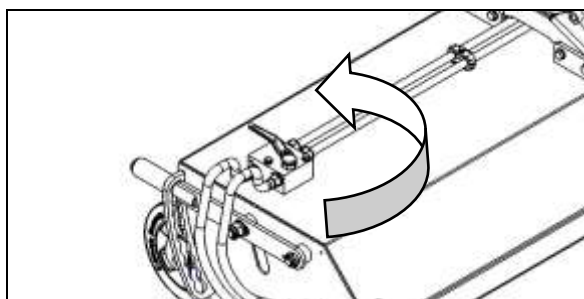

Fig. 4.9
- Kontraventil til hydraulikmotoren på sidebørsterne (fig. 4.9)